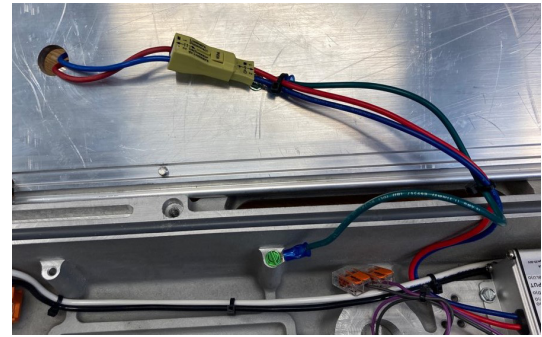

Figura 3. Tendido del cable del motor de luz LED PLLA2
5. Ubique y quite el precinto que se utiliza para asegurar el cableado de entrada del motor de luz LED (consulte la Figura 3). Tenga cuidado al quitar el precinto para que no se dañen los cables.
12. Dirija el motor de luz LED y el cableado de salida del controlador LED e instale la cinta para cables como se indica en la Figura 3. Recorte el exceso de material de la cinta para cables.